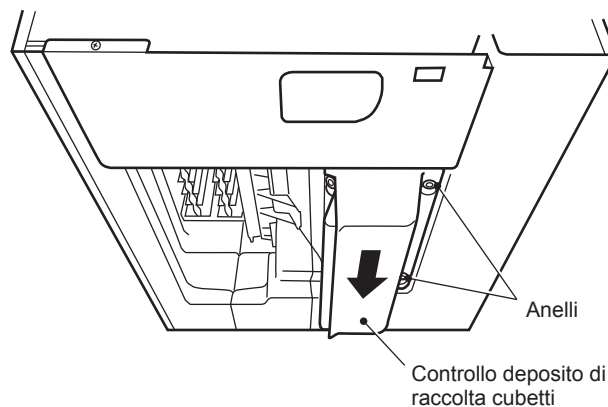

**Fig. 4**
6) Far passare il cavo di controllo del deposito attraverso il foro nella base, quindi nel pressacavo in dotazione. Vedere Fig. 4.